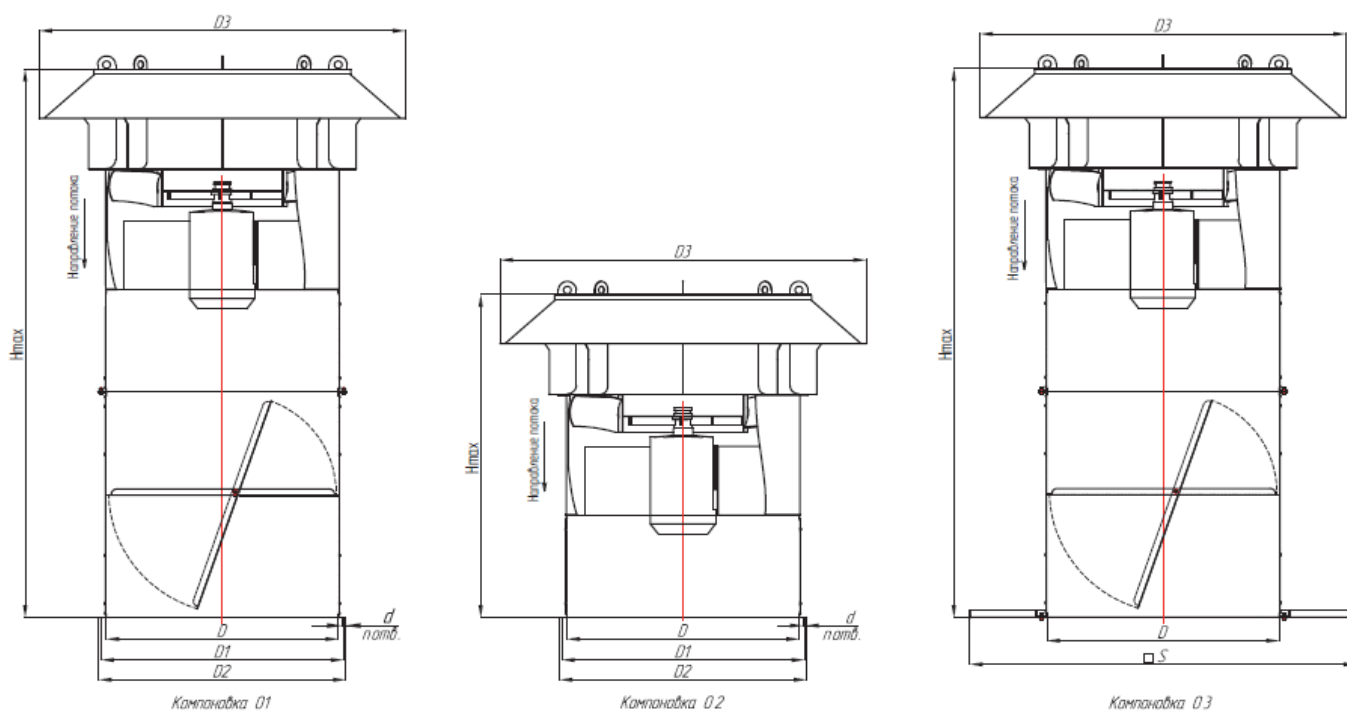

Рис.1. Габаритно присоединительные размеры ВКОП 25-188
1.1.1. Устройство вентиляторов, габаритные, присоединительные и установочные размеры вентиляторов указаны на рис. 1 и в табл. 1.